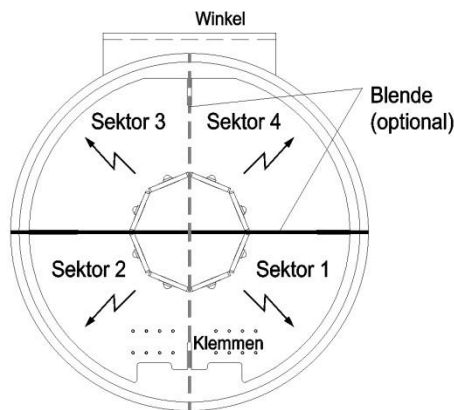

Abbildung 2 - Sektoraufteilung der Lichtabstrahlung
Das optische Warnsignal wird nach dem Anlegen der Betriebsspannung in wahlweise drei Betriebsarten (Blitz-, Blink- und Rundumlichtbetrieb) erzeugt und über 16 LEDs abgestrahlt. Diese sind in zwei Ebenen horizontal abstrahlend verteilt. 4 LEDs bilden dabei immer einen Sektor. Es besteht die Möglichkeit, ein oder zwei der vier Sektoren abzuschalten, siehe Abbildung 2 - Sektoraufteilung der Lichtabstrahlung. Dies kann zur Minimierung der Leistungsaufnahme für nicht benötigte Abstrahlrichtungen oder zur Vermeidung von Fehlinformationen oder Blendung verwendet werden. Die Betriebsarten, die Sektorabschaltung und die Aktivierung einer möglichen Nachtabsenkung der Lichtstärke wird bei dunkler Umgebung < 50 Lux wirksam.
- Die Lichtabstrahlung ist in 4 Sektoren (siehe Abbildung 2 - Sektoraufteilung der Lichtabstrahlung) unterteilt. Jeder Sektor kann einzeln deaktiviert werden. Es ist jedoch nicht möglich, zusammen mehr als 2 Sektoren auszuschalten. In solch einem Fall wird die Einstellung ignoriert und alle Sektoren aktiviert. So ist sichergestellt, dass unabhängig von der Schalterstellung immer mindestens 2 Sektoren aktiv sind.